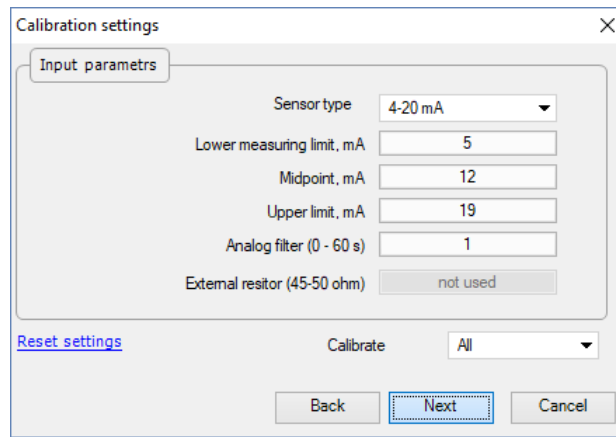

Fig. 6.2 Paramètres de calibrage
8. Sélectionnez le type de signal d'entrée et d'autres paramètres d'étalonnage (Fig. 6.2)